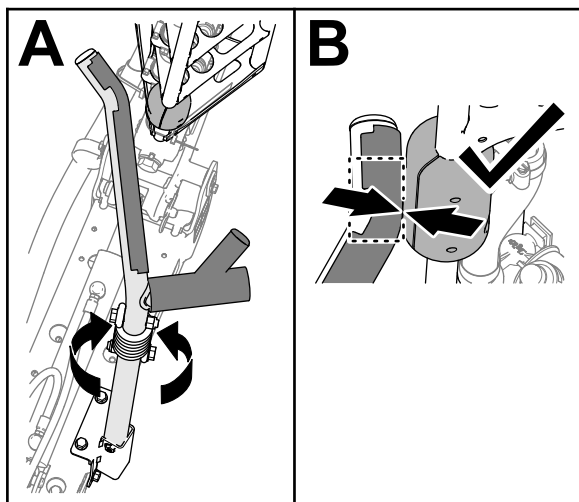

Figura 107
4. Gire el conjunto del soporte hasta que la curva del tubo esté alineada con el tope deslizante del tubo superior del brazo exterior (Figura 107).
**Nota:** Los topes deben entrar en contacto con el soporte en la curva del tubo superior del soporte (Figura 107).